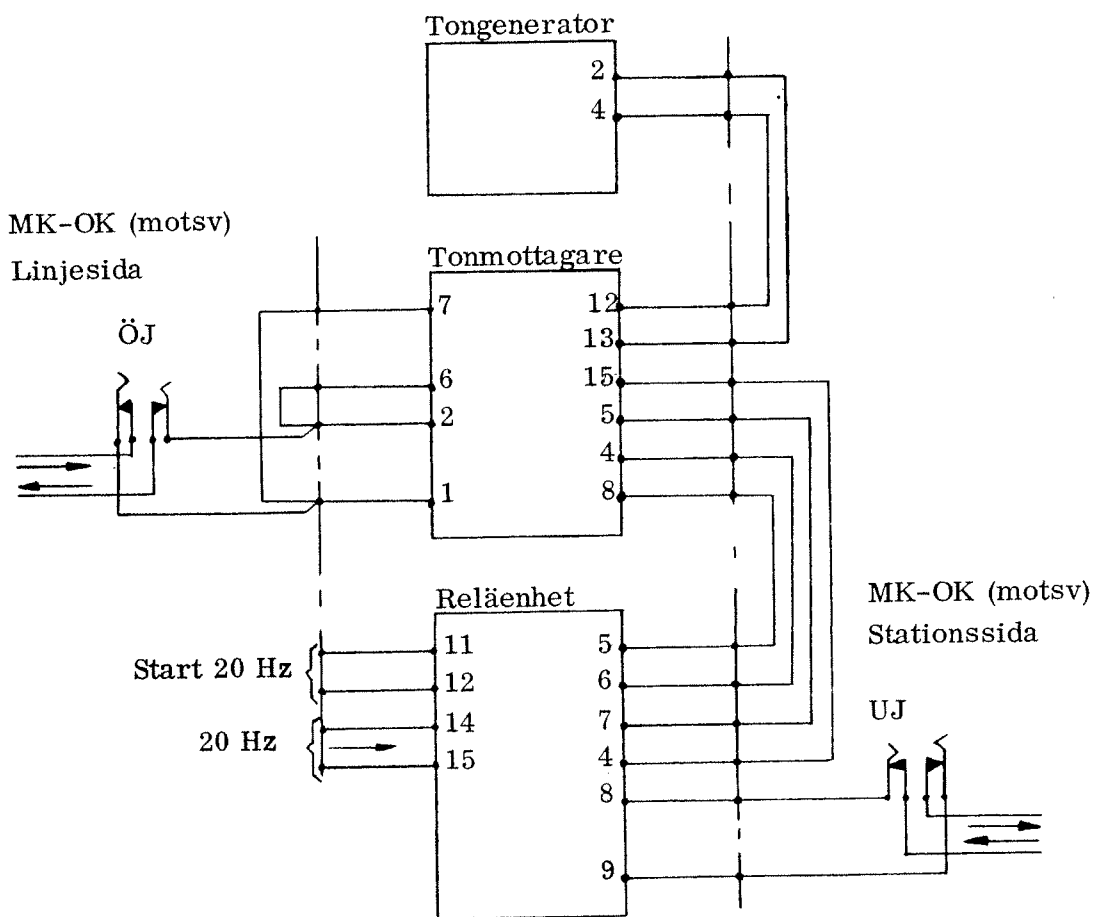

Bild 1
3.1.1.1 Anslut LF-mätenhetens utgång till aktuell tonmottagare över ÖJ/MK-OK linjesida. Ställ in impedansen 600 ohm och frekvens 1425 Hz. Se bild 1.